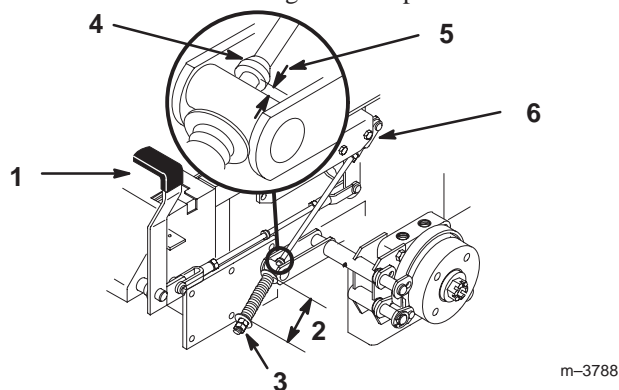

Figure 59
2. Mesurez la longueur du ressort. Les rondelles doivent être distantes de 70 mm (2-3/4") (Fig. 59).
3. Si un réglage est requis, desserrez l'écrou de blocage situé sous le ressort et serrez l'écrou directement au-dessous de la chape (Fig. 59). Vissez l'écrou jusqu'à ce que le ressort ait la longueur voulue. Serrez les deux écrous ensemble et répétez la procédure de l'autre côté de la machine.
6. Mesurez la distance entre le galet de tourillon et le collier sur la tige de frein. Elle doit être comprise entre 5 et 7 mm (3/16 et 1/4") (Fig. 59).
7. Si un réglage est requis, desserrez l'écrou de blocage situé juste au-dessous de la chape. Tournez la tige inférieure jusqu'à obtention de l'écart voulu (Fig. 59). Serrez l'écrou de blocage à la chape.